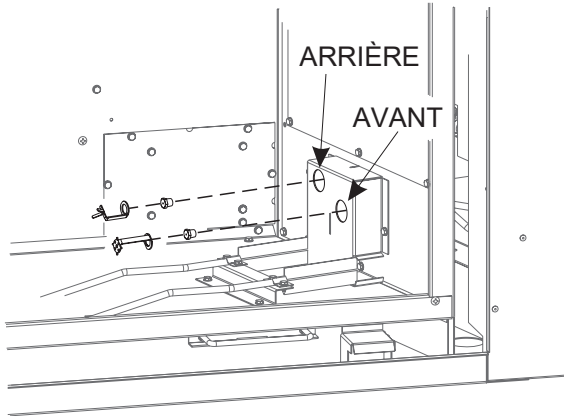

Figure 6
7. Repérer l'orifice marqué « 2,45 ». Utiliser une clé à douille longue de 7/16 de pouce pour poser l'orifice marqué « 2,45 » dans le porte-orifice arrière. Utiliser une pince à bec effilé pour visser la cible arrière dans le porte-orifice arrière. Voir Figure 6.
8. Repérer l'orifice marqué « 2,25 ». Utiliser une clé à douille longue de 7/16 pour poser l'orifice marqué « 2,25 » dans le porte-orifice avant. Utiliser une pince à bec effilé pour visser la cible avant dans le porte-orifice. **Voir Figure 6.**